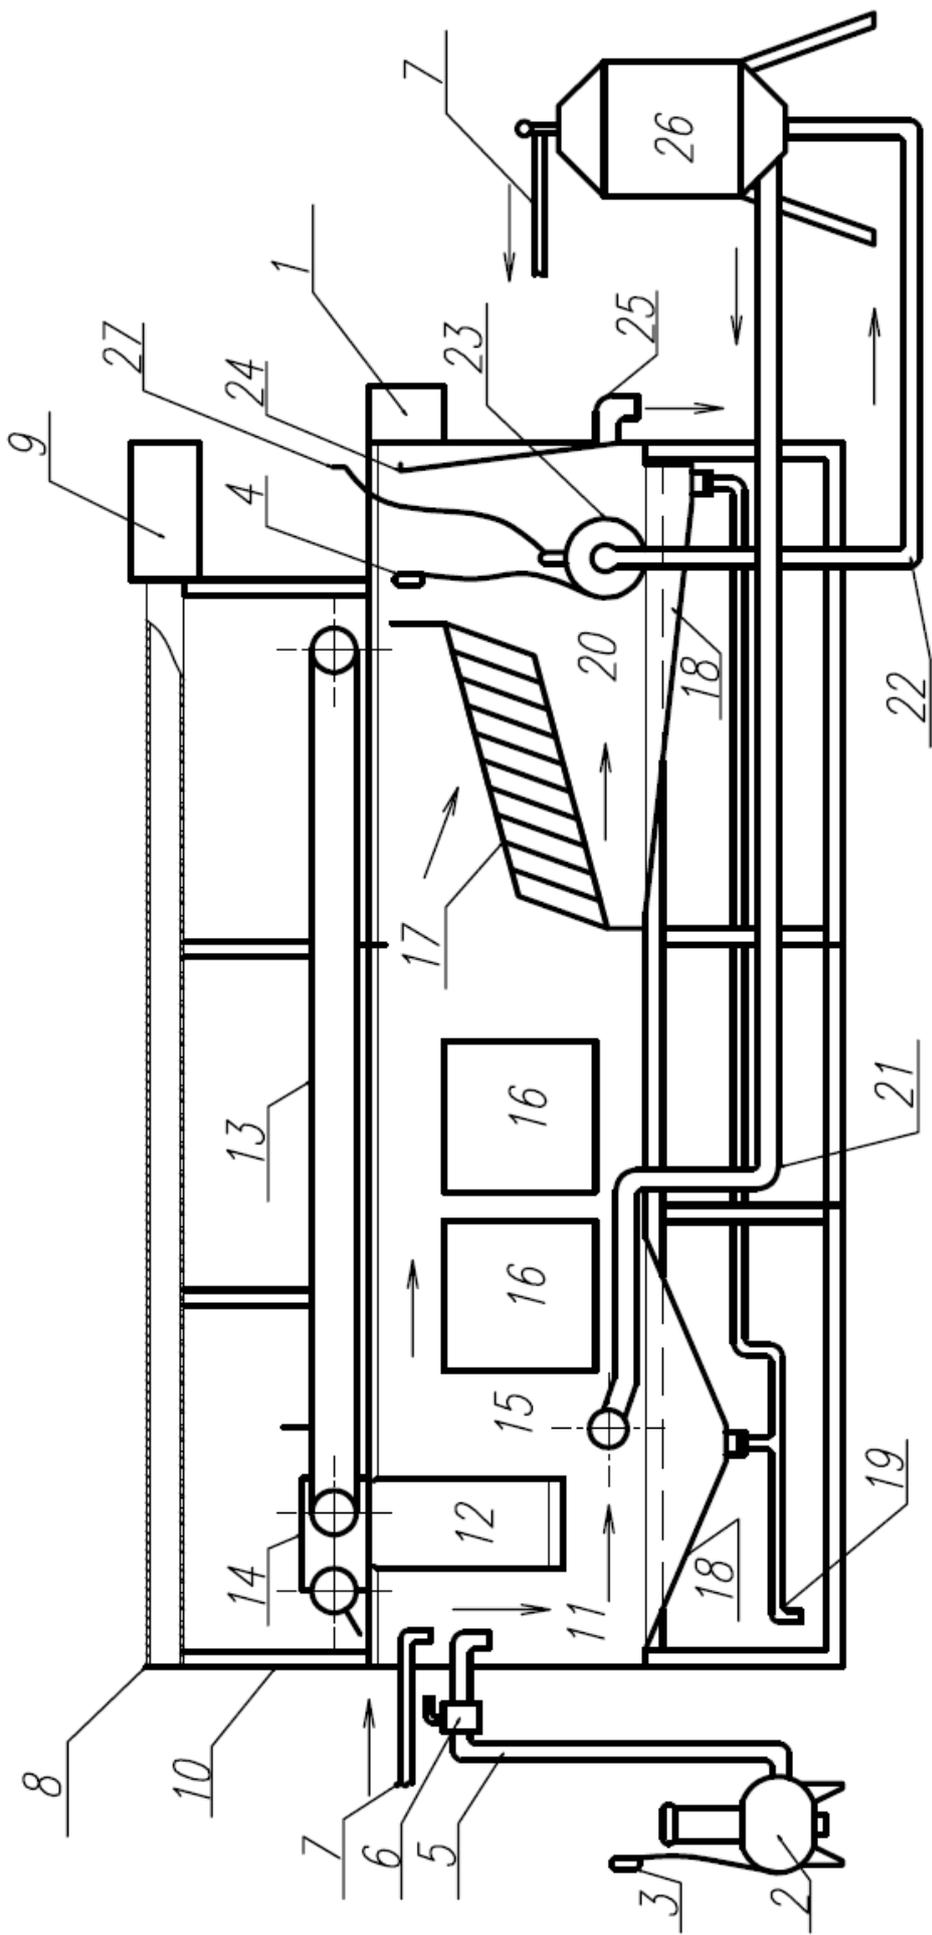

Рисунок 1
4. Устройство и принцип работы флотатора (см. Рисунок 1)
- 5.5. Подключение насосного агрегата через пульт управления (1) к сети ~380В должно осуществляться согласно требованиям технической эксплуатации электроустановок потребителем.
6. Подготовка к работе и порядок работы (см. Рисунок 1)